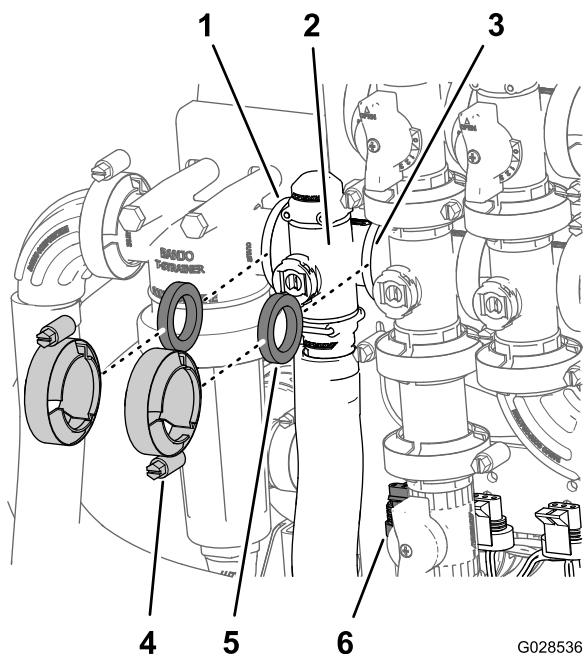

Bild 88
1. Entfernen Sie die Klemmen und Dichtungen, mit denen der Verteiler für das Dosierungsregelventil befestigt ist (**Bild 88**).